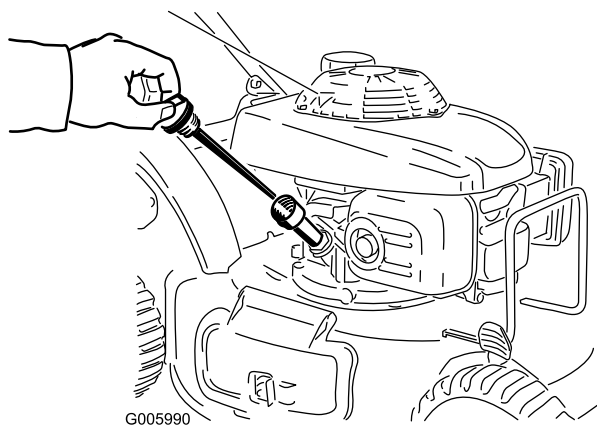

Figura 40
2. Retire la varilla (Figura 40).
4. Vierta aceite **lentamente** por el tubo de llenado de aceite, comprobando el nivel con la varilla de vez en cuando, hasta que la varilla indique que el motor está lleno, tal como muestra Figura 40. **No llene demasiado.** (Capacidad máxima: 20 onzas (0,55 l), tipo: SAE 30, aceite detergente con clasificación de servicio API , SH, SJ, SL o superior.)